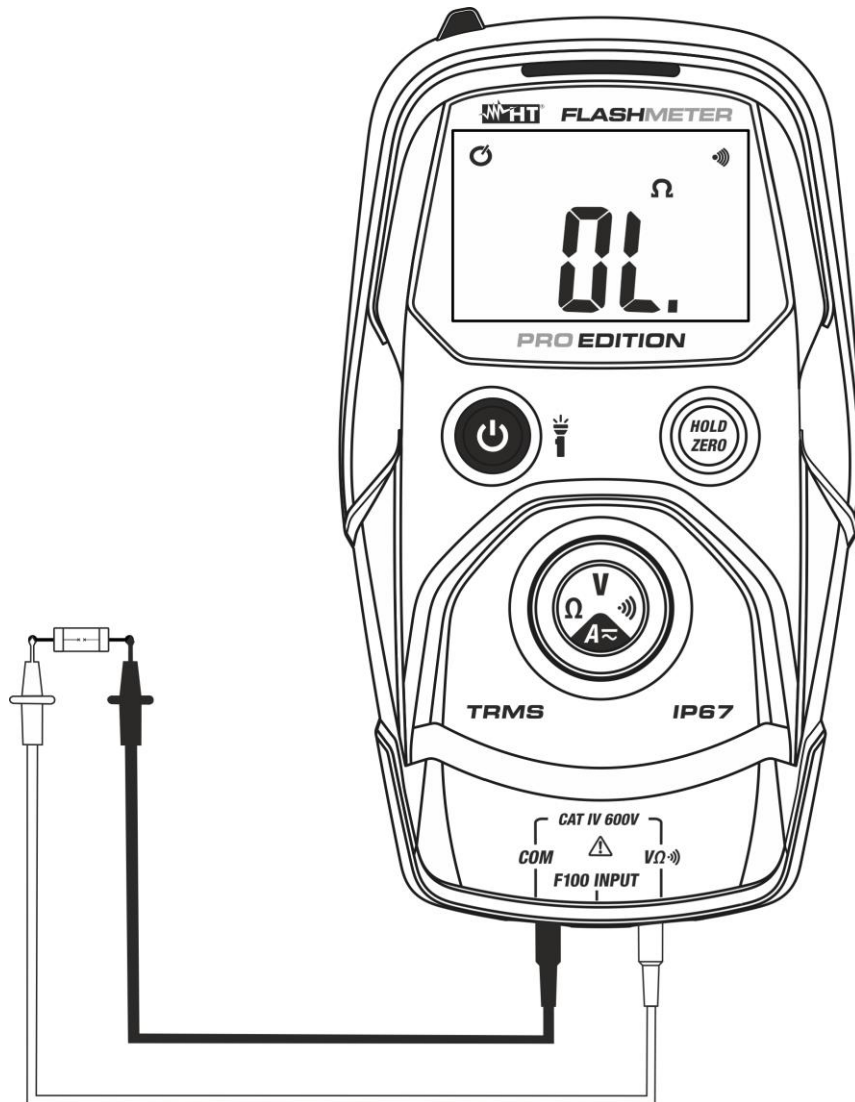

Fig. 6: Utilisation de l'instrument pour le test de continuité
4. Positionner les embouts dans le circuit examen (voir Fig. 6). L'avertisseur sonore de continuité est active pour $R < 50\Omega$